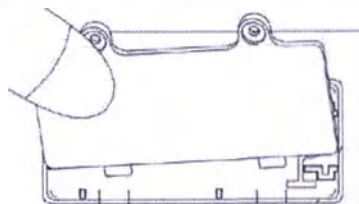

Рисунок 11.4.2 – Установка и демонтаж крышки батарейного отсека
- Приподнимите крышку батарейного отсека (см. рис. 11.4.2) и легонько надавите на заднюю часть корпуса батареи;